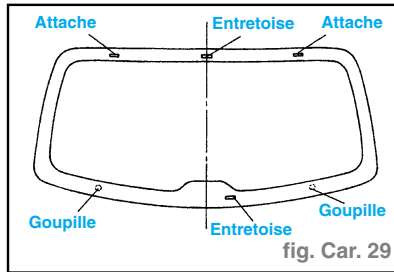

fig. Car. 29
- À l'aide d'une alène, scier à travers l'enduit d'étanchéité, excepté aux endroits des goupilles, attaches et entretoises à partir de l'intérieur du véhicule. (fig. Car. 29)